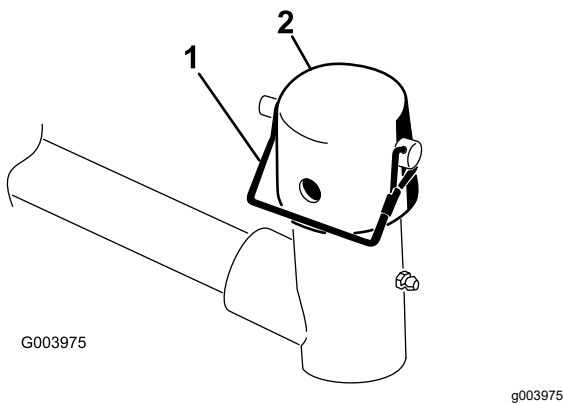

Bild 4
3. Entfernen Sie an jedem Hubarm der Mähwerke den Einraststift, mit dem die Kappe am Schwenkbügel des Hubarms befestigt ist, und nehmen Sie die Kappe ab (Bild 4).